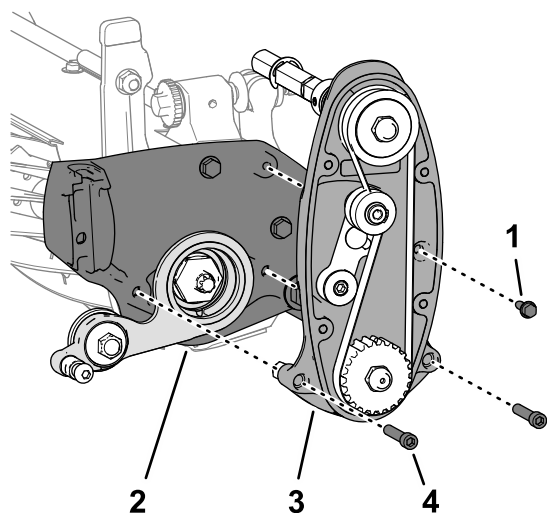

Рисунок 17
1. Выровняйте натяжной ролик в сборе относительно режущего блока, как показано на Рисунок 17.
2. Установите натяжной ролик в сборе и привод барабана на режущий блок (Рисунок 17) с помощью 2 болтов с внутренними шестигранниками (5/16 x  $1\frac{1}{2}$  дюйма) и контргаек (5/16 дюйма), снятых при выполнении действий, описанных в разделе 4 Снятие привода барабана \(страница 6\).
3. Установите привод барабана на режущий блок (Рисунок 17) с помощью винта с фланцевой головкой ( $\frac{1}{4}$  x  $\frac{3}{4}$  дюйма).